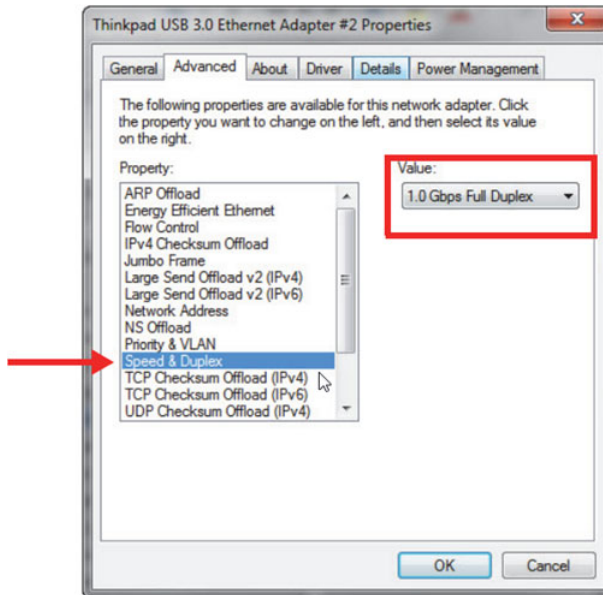

Abbildung 7-3 Geschwindigkeits- und Duplexeinstellung
- Auf der **Advanced** Registerkarte unter **Properties**, wählen Sie **Speed & Duplex** und dann ändern Sie unter **Value** den Wert auf **1.0 Gpbs Full Duplex** oder **Auto-Negotiation** (Abbildung 7-3 auf Seite 78).